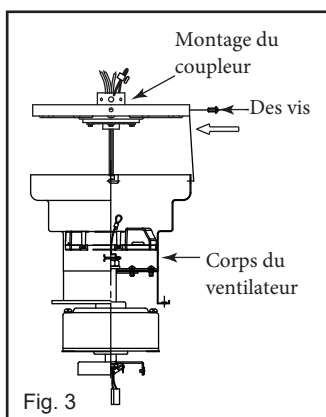

Fig. 3
Étape 3. Glissez les fils du moteur du ventilateur à travers l'ensemble de coupleur de montage, puis serrez l'ensemble de coupleur de montage au corps du ventilateur avec quatre vis de montage. (Fig.3))